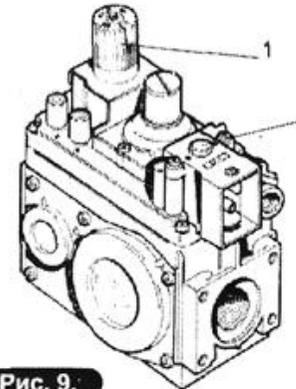

Рис. 9.
7.4.3. Розжиг запальной горелки: нажмите и проверните круглую ручку управления поз.1 рис.9 до положения (☀).